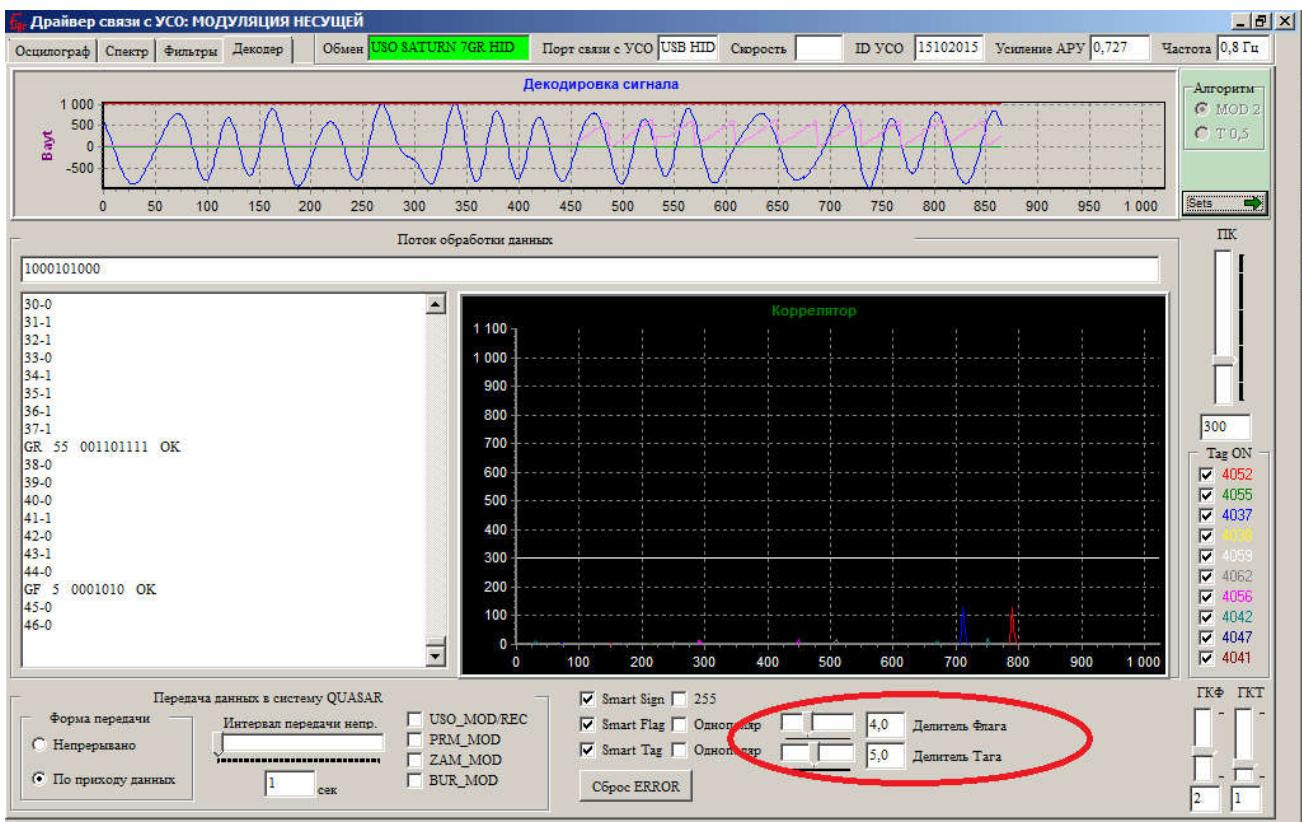

Рисунок 10.26
- Если по сырому сигналу видно, что перепад от ТС есть, сигнал идет, но флаг не ловиться, то необходимо подстройка уровня декодера в соответствии с высотой флага и тага. Так же могут быть сбиты настройки «Делитель флага» и «Делитель тага». При необходимости можно увеличить значения от стандартных (рисунок 10.26).